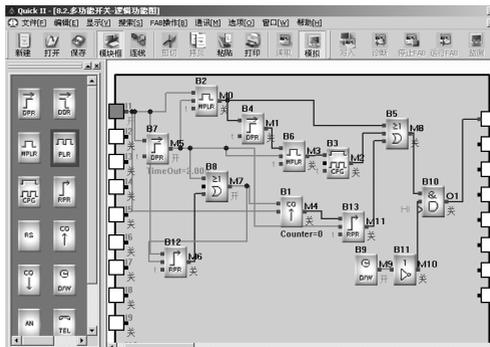

图 4.17 FAB2 程序的模拟运行
- 1、用鼠标左键点击指令 FAB2 操作选单下的模拟选项，再点击开始，如图 4.16 所示，或者直接用鼠标点击工具栏中的  按钮，则可开启模拟，此时您可从画面上的输入输出状态看到程序运行的结果，如图 4.17 所示。